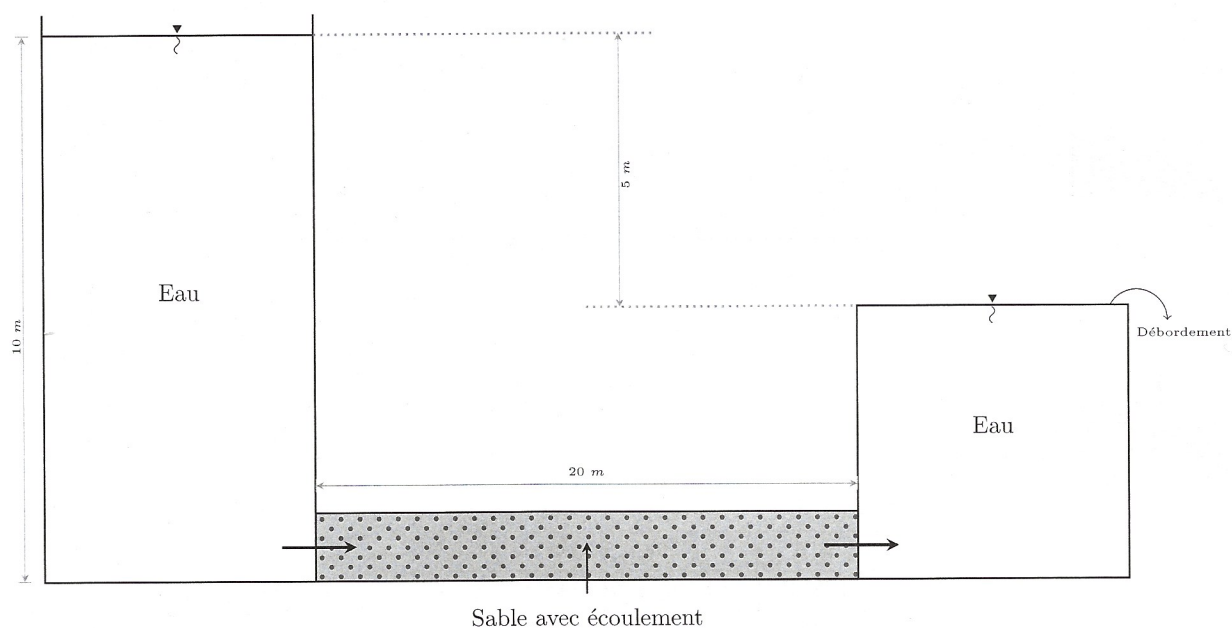

FIG. 8 : Réservoirs d'eau
72. La loi de Darcy est $\vec{v} = -K\nabla H$, avec \vec{v} la vitesse d'écoulement, K la perméabilité et ∇H le gradient hydraulique. Q est le débit en régime permanent dans une conduite horizontale remplie de sable argileux de perméabilité $K = 3 \times 10^{-7}$ m/sec, de longueur $L = 20$ m et de section $A = 0.5$ m² (voir la figure 8).